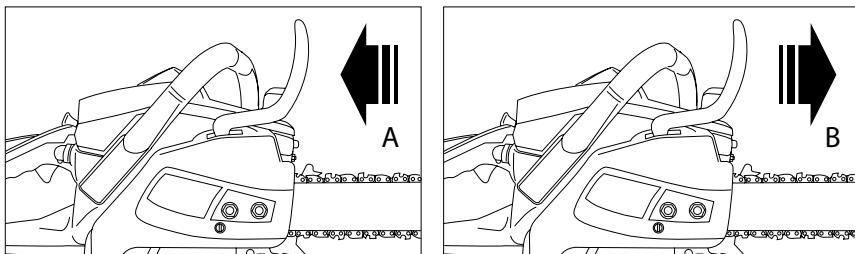

Abb. 12
1. Bremse ausgeschaltet (die Kette kann sich bewegen), wenn das Blech der Bremse nach hinten abgezogen ist (A) (Abb. 12).
2. Bremse eingeschaltet (die Kette kann sich nicht bewegen), wenn das Blech der Bremse nach vorne gerichtet ist (B). In diesem Fall soll sich die Kette die Schiene entlang nicht bewegen (Abb. 12).